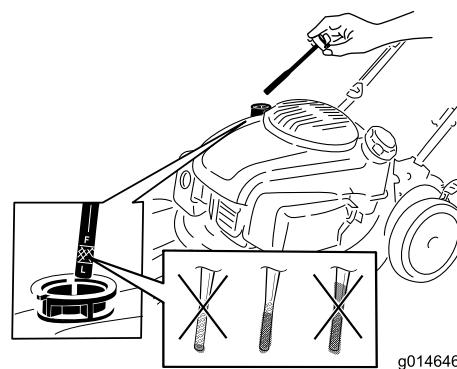

Figure 17
- Retirez la jauge (Figure 17).
- Versez de l'huile lentement dans le goulot de remplissage pour faire monter le niveau jusqu'au repère du plein (Full) sur la jauge (Figure 17). **Ne remplissez pas excessivement.** (Remplissage max. : 0.65 L (22 oz), type : huile détergente 10W-30 ou SAE 30 de classe de service API SJ ou supérieure.)